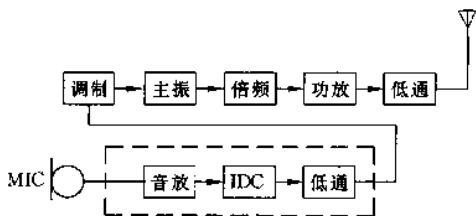
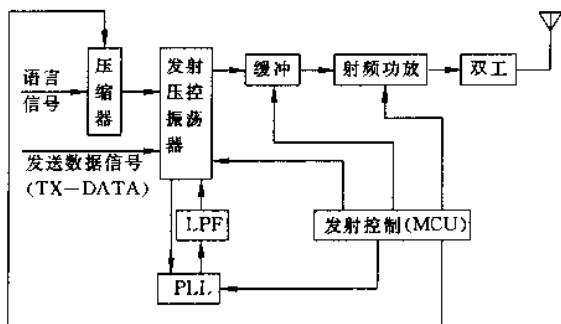

图 2-11
图 2-12
(1) 无绳电话机的发射回路构成框图如图 2-11 所示，各部分的作用如下所述。
① 调制器的作用是：用频率为 300~3000Hz 的话音调制信号，对主振信号进行频率调制，以便把话音信号“寄载”在高频载波上。
② 主振器的作用是：产生载波信号。
③ 倍频器的作用是：将主振器的频率提高为所需要的发射频率，同时达到所需要的频偏。
④ 功率放大器的作用是：对倍频器输出的高频信号进行功率放大，使发射电路输出额定的信号功率。
⑤ 话音放大器的作用是：对话音调制信号进行预处理，它包括话音放大电路、瞬时频偏控制电路(IDC)和低通滤波电路三部分。
⑥ 输出低通滤波器的作用是：抑制发射电路输出信号中的谐波分量，以减少对其它频道工作的无线接收机的干扰。
(2) 多频道自动选址的无绳电话机发射回路构成如图 2-12 所示。图中 LPF 为低通滤波器, PLL 为频率合成锁相环电路。